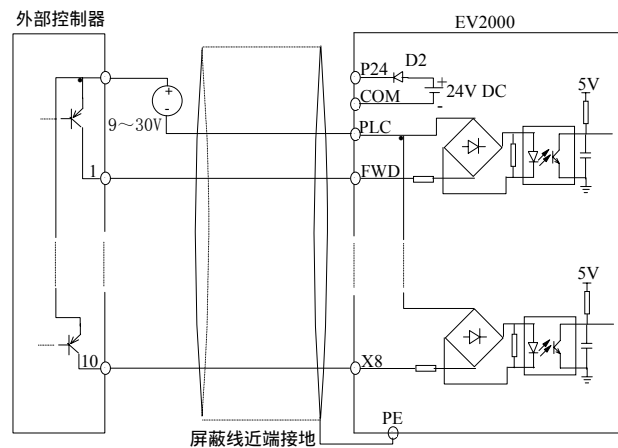

图3-27 使用外部电源的漏极连接方式
- 5. 图3-27、3-28中的电阻R对于24V输入的继电器应去掉，对于非24V继电器应根据继电器参数选择。